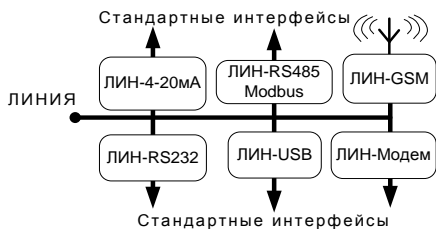

Рисунок 4
- системам автоматизации и коммерческого учета, использующим контроллеры, персональный компьютер. При этом, используются адаптеры, преобразующие сигналы линии в сигналы стандартных интерфейсов – RS232, RS485, GSM, USB и другие (рисунок 4).